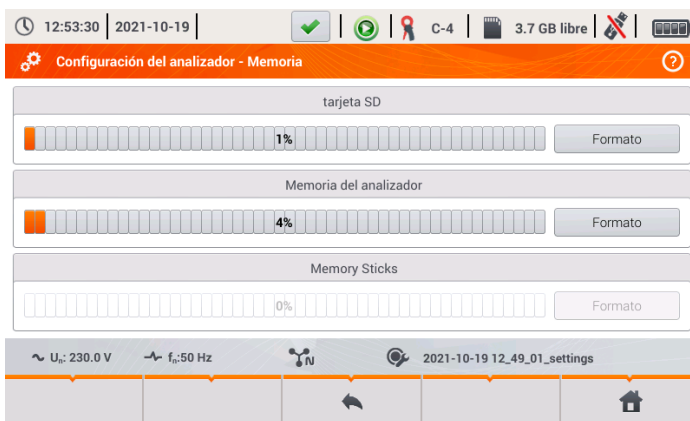

Fig. 16. Ajustes del analizador - memoria.
- **MEMORIA** – muestra información acerca de espacio libre en la tarjeta SD, la memoria interna del analizador y el conectado dispositivo de almacenamiento USB (pendrive) (Fig. 16). Cada una de estas tres memorias se puede formatear haciendo clic en el botón **FORMATO** (si el analizador no registra los datos). El soporte de almacenamiento se